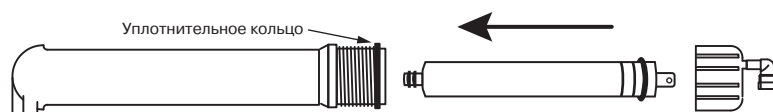

Рис. 14
2. Установите мембрану. Для этого отсоедините трубку от быстроразъемного коннектора крышки колбы мембраны. Открутите крышку колбы мембраны. Смажьте силиконовой смазкой резиновые уплотнения мембраны. Установите мембрану в корпус согласно рис. 14. Смажьте силиконовой смазкой уплотнение крышки колбы мембраны и аккуратно установите его на колбу. Закрутите крышку колбы мембраны и пристыкуйте трубку. Следите, чтобы уплотнительное кольцо крышки колбы было установлено на колбе без перекосов.